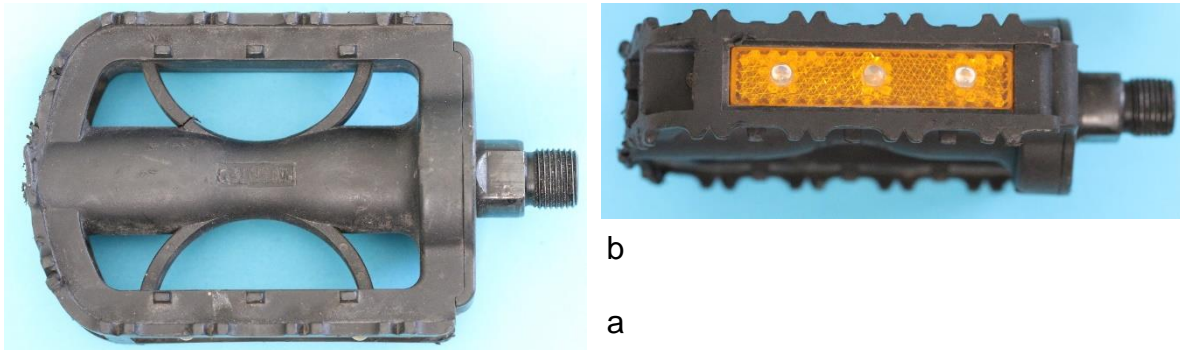

Bild 1.1: LED-Leuchtpedale: a) Trittfläche, b) Leucht- und Rückstrahlerleiste
Z.Z. werden LED-Leuchtpedalen mit sechs oder acht (Bild 1.1) Leuchtdioden angeboten. Davon sind zwei auf den sichtbaren Stirnflächen der Pedalen positioniert (Bild 1.2).